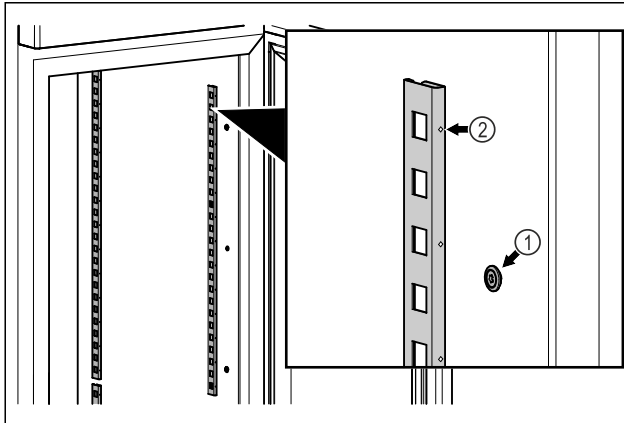

Fig. 83 Ενδεικτική απεικόνιση
- ▶ Αναρτήστε τα προφίλ ασφάλισης στην ανάρτηση Fig. 83 (1). Το σημάδι Fig. 83 (2) πρέπει να δείχνει προς τα εμπρός.